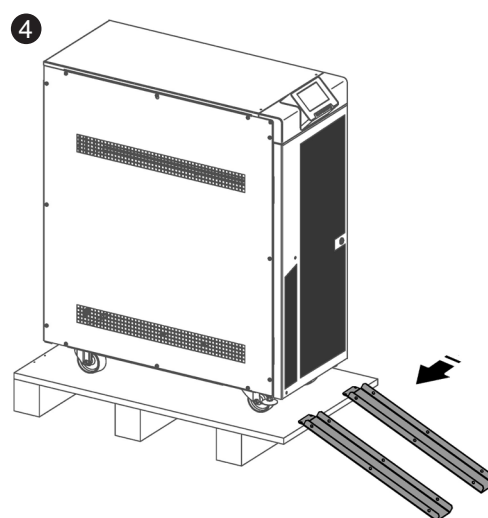

Fig. 24. Montage des guides sur la palette.
- 4 Assemblez les guides sur la palette comme indiqué sur la Fig. 24.